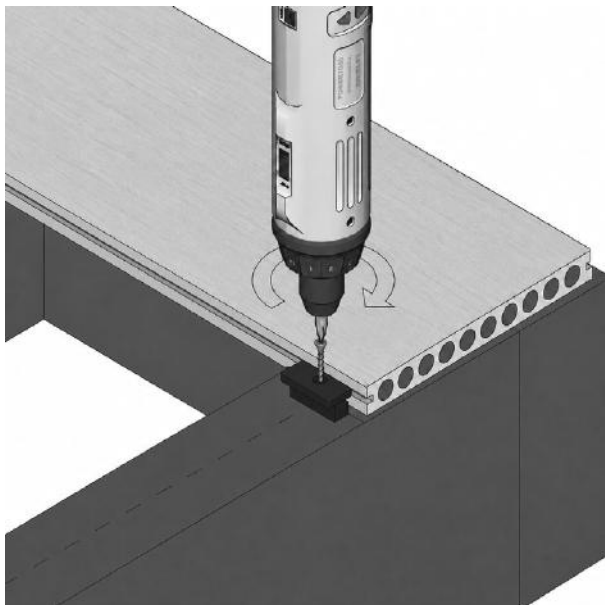

FIG. 4 – SICHERUNGSSCHRAUBE IN DEN VERDECKTEN CLIP EINGEDREHT
- 01 Bei verdeckten 6-mm-Clips leicht festschrauben; an dieser Stelle nicht festziehen (fig. 4). Bei verdeckten 3-mm-Clips die Schraube an dieser Stelle vollständig festziehen.